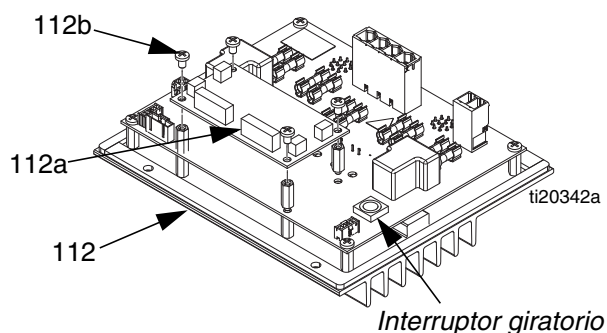

FIG. 43
- Retire la puerta de acceso delantero del armario eléctrico (10).
- Desconecte los conectores eléctricos de la manguera calentada del MZLP (112).
- Observe la ubicación de cada cable, luego desenchufe todos los cables del MZLP (112) que se sustituirán. Consulte FIG. 43.
- Observe la ubicación de cada cable; luego, desenchufe todos los cables de la tarjeta secundaria del MZLP (112a). Consulte FIG. 43.
4. Retire los cuatro tornillos de montaje (112b) de la tarjeta secundaria (112a) y déjelos a un lado. Consulte FIG. 43.